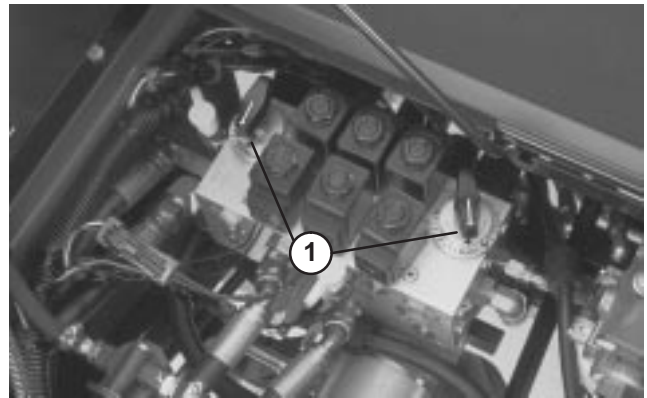

Figure 31
4. Pour régler la vitesse des cylindres, tournez les boutons (Fig. 31) jusqu'à ce que la flèche soit en face du numéro correspondant au réglage voulu.